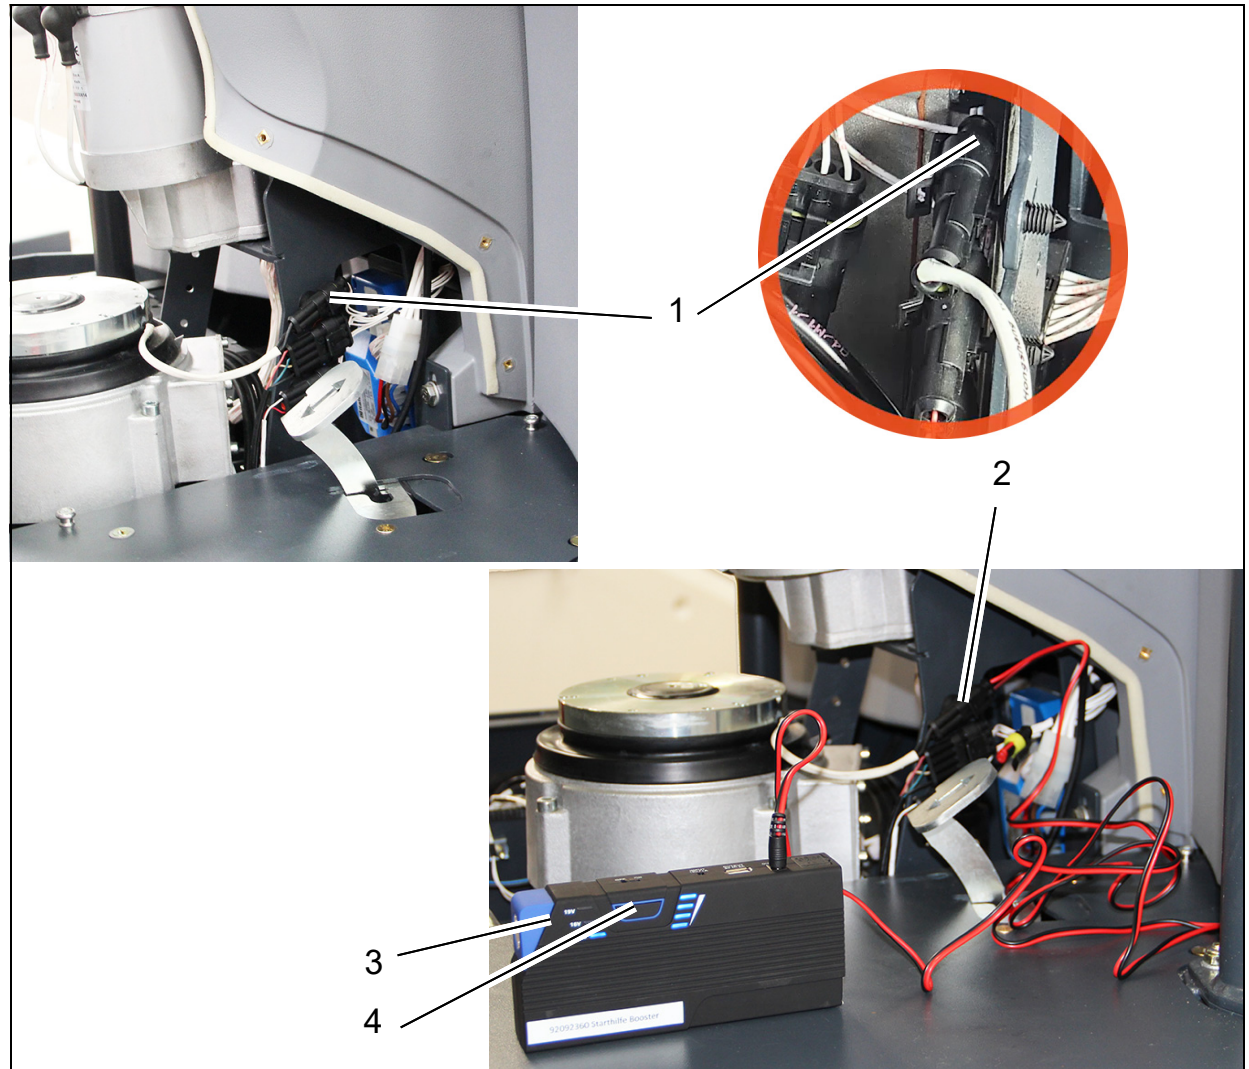

Abb. 2
3. Die obere 2-polige Steckverbindung des Fahrtriebes (Abb. 2/1) trennen.
4. Das Adapterkabel mit der Powerbank und der Steckverbindung des Fahrtriebes verbinden (Abb. 2/2).
5. Die Powerbank (Abb. 2/3) einschalten und auf 19 Volt einstellen. Hierzu den Drucktaster betätigen bis der 19-Volt-Bereich ausgewählt ist. Bei Powerbanks mit max. 12 Volt Spannung auf maximalen Ladezustand achten. Die Feststellbremse wird hörbar entriegelt.